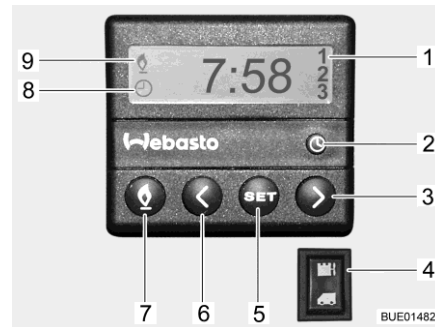

Fig. 157 Centralina di controllo (riscaldamento fisso)
- Premere il tasto (Fig. 157,7). Il funzionamento del riscaldamento viene indicato con il simbolo (Fig. 157,9). La ventola viene inserita solo quando la temperatura dell'acqua di raffreddamento è pari a 30 °C.
- Premere il tasto (Fig. 157,7). Il simbolo (Fig. 157,9) si spegne.
- Premere l'interruttore (Fig. 157,4) in alto. Il motore viene preriscaldato. La ventola viene inserita immediatamente.
- Premere l'interruttore (Fig. 157,4) in basso. Il motore rimane freddo.
- Premere il tasto (Fig. 157,2). L'impostazione dell'ora viene indicata con il simbolo (Fig. 157,8).
- Impostare l'ora con i tasti (Fig. 157,3 e 6).
- Premere il tasto (Fig. 157,5).
- Impostare l'orario di accensione con i tasti (Fig. 157,3 e 6) entro 10 secondi.
- Premere il tasto (Fig. 157,5) fino a che nel display (Fig. 157,1) non appare il numero di programmazione desiderato.